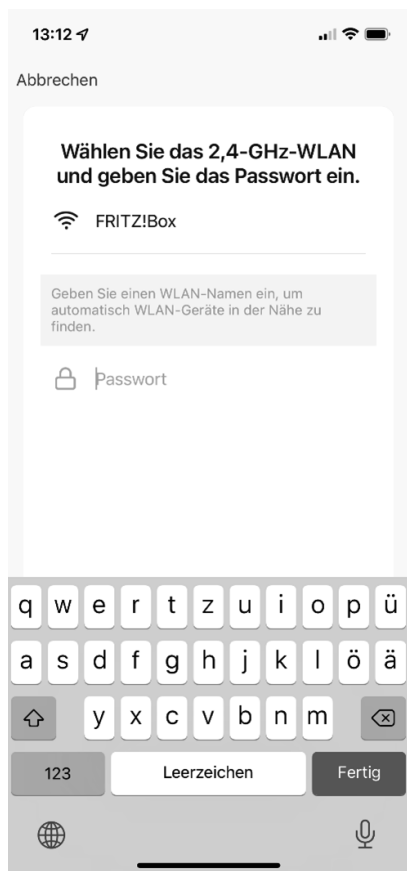

Fig. 3
- ▶ Nel passaggio successivo immettere la password della propria rete Wi-Fi (vedere la fig. 3), quindi toccare il pulsante **WEITER**.